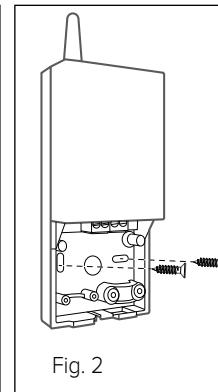

Fig. 2
- Fixer la base du répéiteur au mur, à l'endroit voulu, à l'aide des chevilles et des vis fournies dans le kit (Fig. 2).